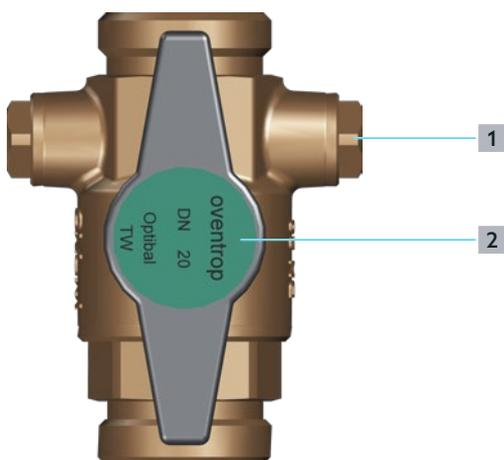

Fig. 6: Robinet à tournant sphérique
- 1** Fermer le robinet à tournant sphérique en tournant la poignée tournante (position **2** sur la Fig. 6 en page 9) de 90°.
- 2** Ouvrir le raccordement latéral du robinet à tournant sphérique (position **1** sur la Fig. 6 en page 9).
- 7** Si le clapet ATS est intacte, fermer le raccordement latéral du robinet à tournant sphérique (position **1** sur la Fig. 6 en page 9).
lentement la poignée tournante (position **2** sur la Fig. 6 en page 9) de 90°.